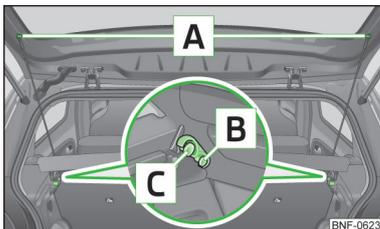

Fig. 70
Si les sangles **A** » fig. 70 sont accrochées au capot du coffre à bagages, la plage arrière du coffre (ci-après uniquement désignée par le terme "plage arrière") s'ouvre en même temps que le capot.
- Verrouillez la tablette dans les supports **B** » fig. 70.
La tablette sort des supports **B** » fig. 70.
- Accrochez les sangles **A** » fig. 70 des deux côtés du coffre.
- Placez la tablette sur les supports **C** » fig. 70 et appuyez sur la surface supérieure de la tablette, afin de la verrouiller dans les supports.
Veillez à ce que la tablette du coffre à bagages soit correctement enclenchée dans les supports latéraux **C** » fig. 70 - risque d'endommagement de la tablette du coffre à bagages ou du coffre à bagages.